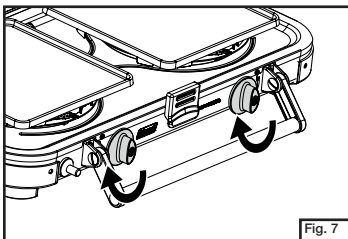

Fig. 7
- Fermer fermement les deux valves de brûleur. (Fig. 7)